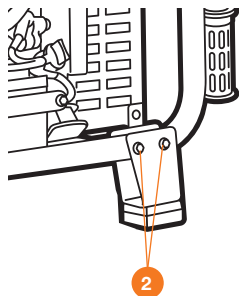

Рис. 3
- Установите виброопоры и закрепите их болтами и гайками **2** (Рис.3).